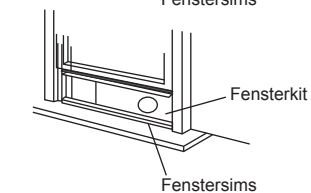

Abb. 11
5. Schneiden Sie die Schaumdichtung auf eine geeignete Länge ab, und dichten Sie den offenen Spalt zwischen dem oberen und dem unteren Fensterflügel ab (Abb.11).